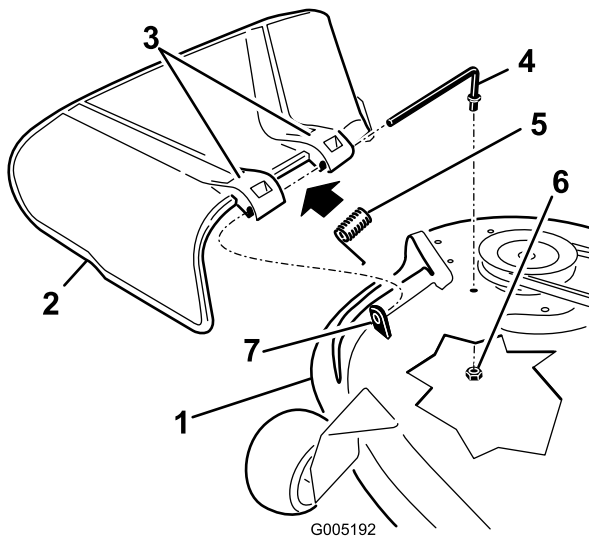

Figure 67
- Retirez l'écrou ($\frac{3}{8}$ po) de la tige, sous le tablier de coupe (Figure 66 et Figure 67).
- Sortez la tige de la courte cheville de positionnement, du ressort et du déflecteur d'herbe (Figure 66 et Figure 67).
- Reposez le déflecteur d'herbe (Figure 66 et Figure 67).
- Insérez la tige dans le deuxième support du déflecteur d'herbe (Figure 66 et Figure 67).
- Fixez l'extrémité arrière de la tige dans le tablier de coupe à l'aide d'un écrou (3/8 po), comme montré à la Figure 66 et Figure 67.